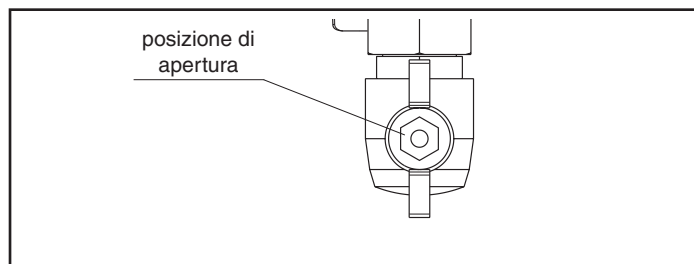

Fig. 4.1
- assicurarsi che la valvola di scarico impianto (B) sia chiusa
- aprire il rubinetto di riempimento (G) fino a che la pressione indicata dall'idrometro sia circa **1,5 bar**
- aprire la valvola di sfogo manuale (D) e richiuderla una volta conclusa l'operazione di sfianto; se necessario ripetere questa operazione fino a che dalla valvola (D) non esca più aria
- ad ogni alimentazione elettrica la caldaia inizia un ciclo automatico di sfianto della durata di circa 2 minuti. Durante questa fase i tre led si accendono alternativamente e sul visualizzatore viene visualizzato il simbolo "□ □ □" (fig. 4.1)
Ad ogni **alimentazione elettrica** la caldaia inizia un ciclo automatico di sfiato della durata di circa 2 minuti. Durante questa fase i tre led si accendono alternativamente e sul visualizzatore viene visualizzato il simbolo "□ □ □" (fig. 4.1).